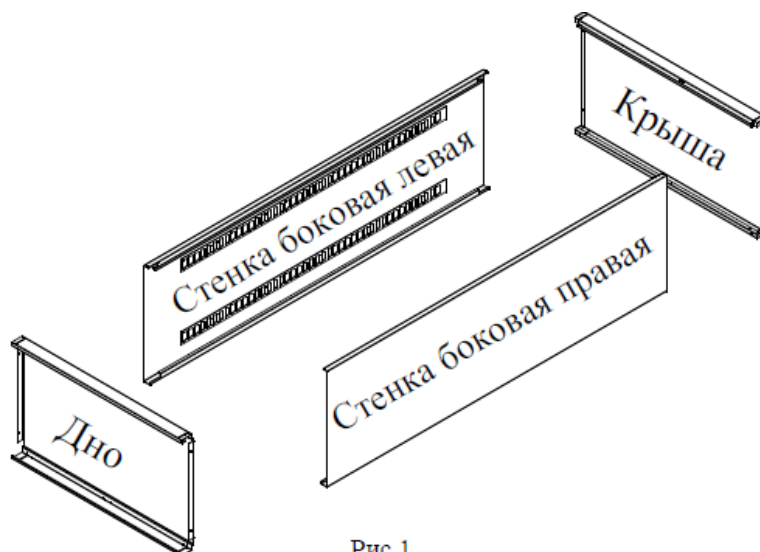

Рис.1
5.3.1 В пазы крыши и дна вставить стенки боковые. Скрепить винтами М4х10 и гайками М4 (рис. 1).